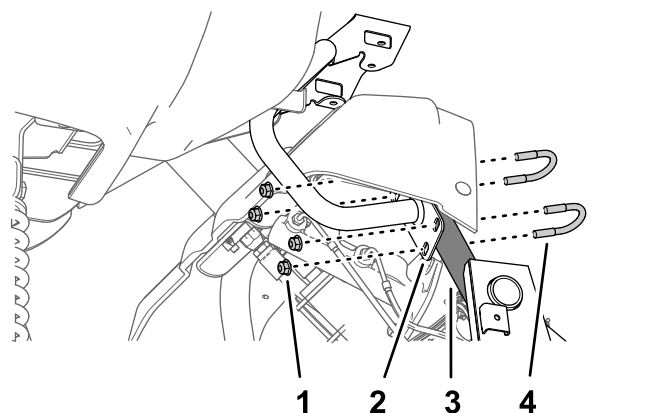

Figura 161
3. Montate la piastra del supporto del monitor sul tubo di supporto dello chassis della macchina (Figura 161) con i 2 bulloni a U e i 4 dadi di bloccaggio (5/16").